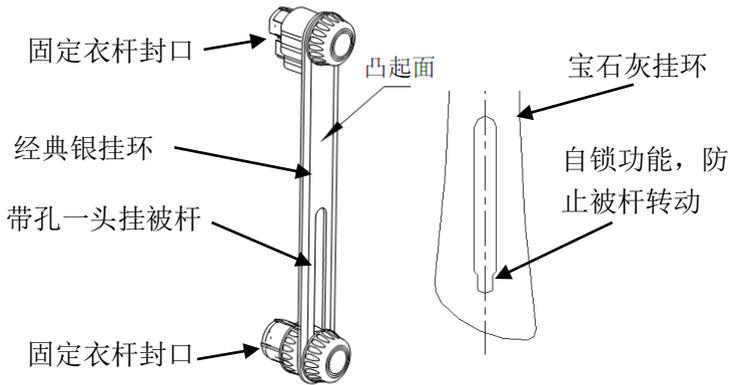

图 8
- a. 将挂环按如图 8 所示的方向和位置套进固定衣杆和被杆封口组件内。注意挂环凸起面朝外。